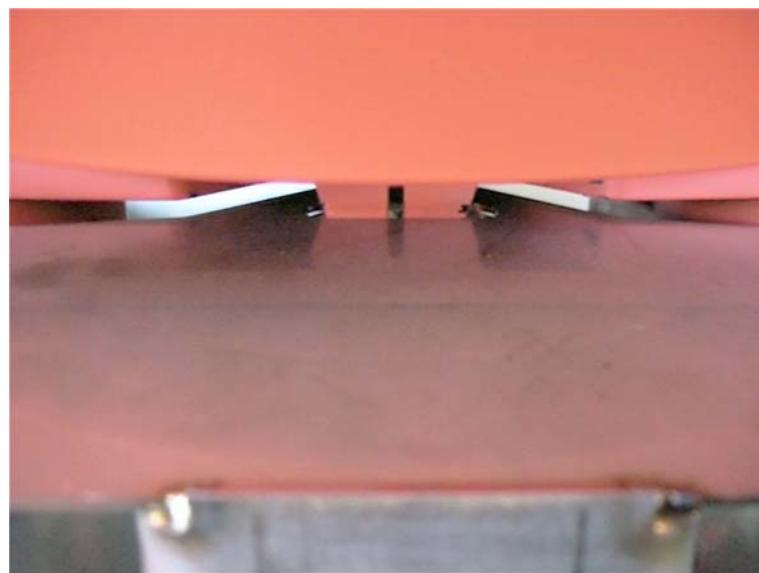

Abb.2
- Bei Streuern mit Grenzstreuereinrichtung muss die Reihenstreuvorrichtung an der "Nase des Führungsbleches" eingehängt werden (siehe Abb. 2).